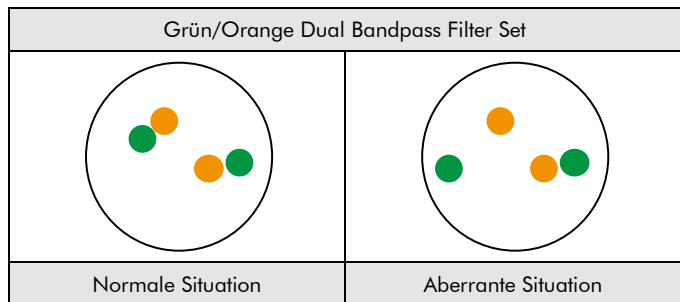

Abb. 2: Zu erwartende Ergebnisse in normalen und aberranten Zellkernen
**Normale Situation:** In Interphasen von normalen Zellen oder Zellen ohne eine Translokation der BCL6-Genregion erscheinen zwei grün/orange Fusionssignale (siehe Abb. 2).
**Aberrante Situation:** Eine von einer Translokation betroffene BCL6-Genregion wird durch ein separates grünes Signal und ein separates oranges Signal gekennzeichnet. (siehe Abb. 2).